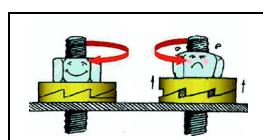

Abb. 9
**Hinweis:** Auf korrekte Anordnung der Keilsicherungsscheiben achten (Keilfläche auf Keilfläche), siehe Abb. 9, Seite 33.